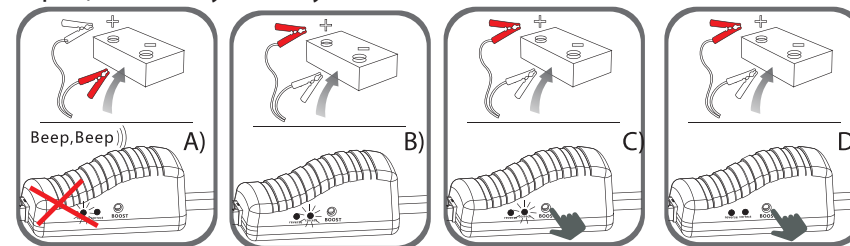

РИС.2
3. Если на блоке защиты силовых проводов (рис.2) горит красный индикатор и выдается звуковой сигнал, значит перепутаны плюсовой и минусовой полюса при подключении к АКБ автомобиля (А). Исправьте соединение в соответствии с пунктом 2.
5. Если зеленый индикатор на блоке защиты не горит, это означает плохое соединение контактов или то, что АКБ автомобиля неисправна (D). Если после проверки соединения контактов зеленый индикатор не загорелся, то переходите далее к пункту 6.